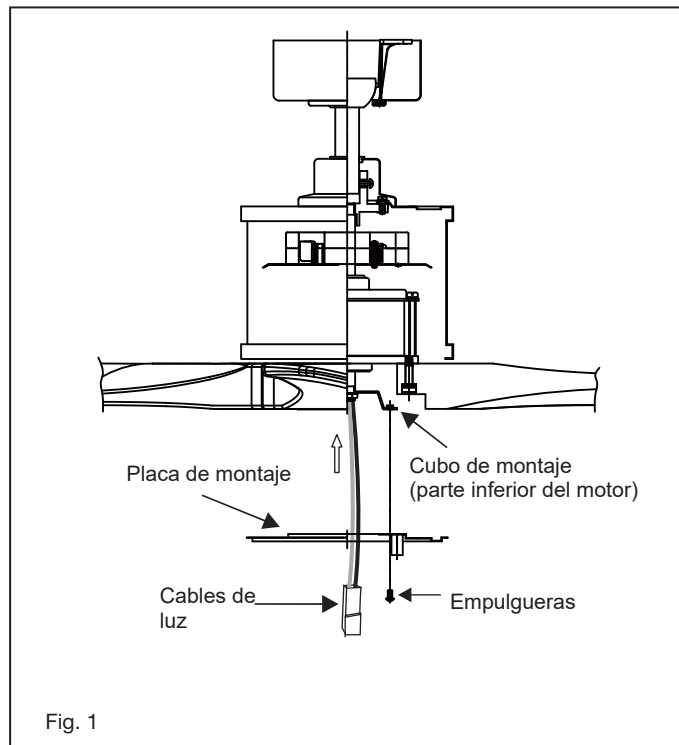

Fig. 1
- 1 Inserte el receptor en la parte superior de la carcasa del ventilador. (Fig. 1)
- 1 Retire uno de los tres tornillos en el cubo de montaje ubicado en el motor del ventilador. Afloje los otros 2 tornillos. (No quitar) (Fig. 1)